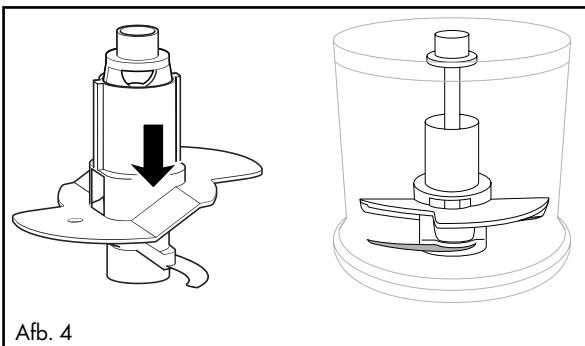

Afb. 2
- 1) Plaats de kom ⑧ op de voet ⑩.
- 2) Schuif de emulsieschijf ⑥ op de meshouder ⑤:
- Voor 100 ml slagroom steekt u deze zodanig op de meshouder ⑤, dat de emulsieschijf ⑥ op beide messen ⑦ rust en vastklikt (afb. 2):